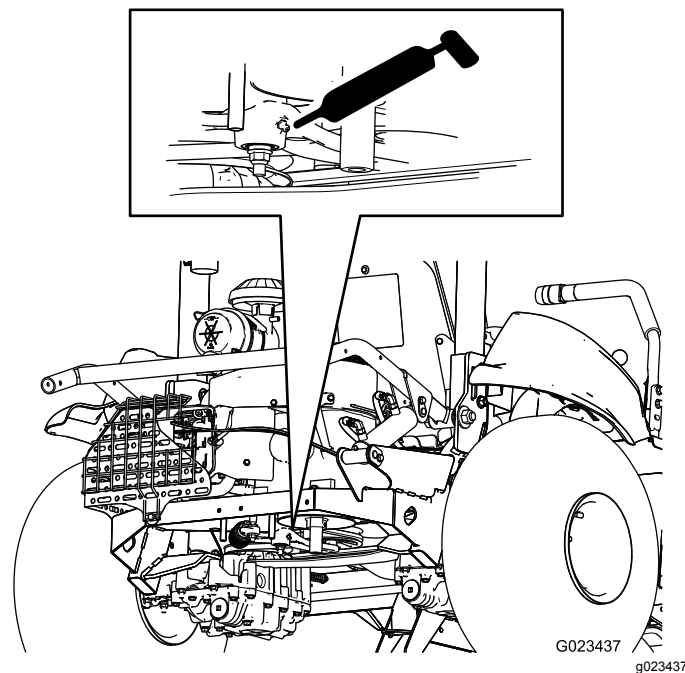

Figura 35
- Tensor da correia (1) – Figura 35